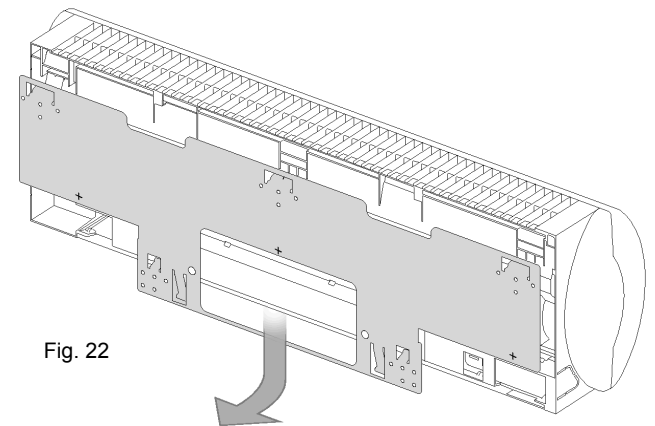

Fig. 22
- Ta bort fästplåten av stål från fläktkonvektorns baksida, se fig. 22.